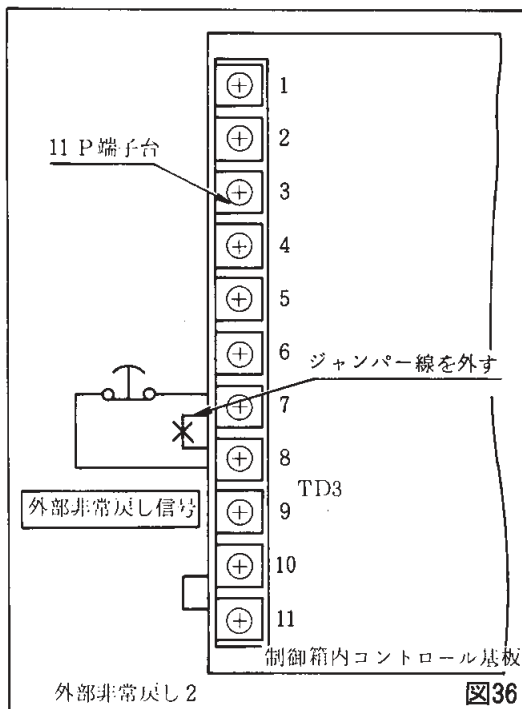

図36
1. 図36参照でコントロール基板内端子台7番, 8番にあらかじめ接続されているジャンパー線を外してその部分に外部非常戻し信号を接続して下さい。